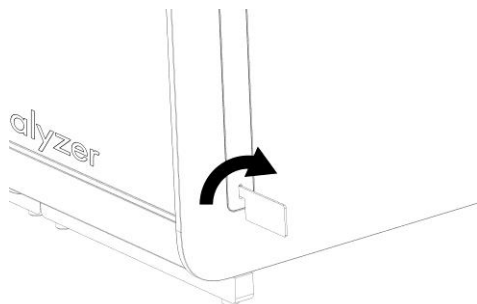

Figura 5. Scoaterea capacelor de protecție.
2. Scoateți capacele de protecție de pe părțile laterale ale modului analitic, folosind instrumentul de îndepărtare a capacului de protecție, livrat împreună cu QIAstat-Dx Analyzer 1.0 (Figura 5, pagina următoare).